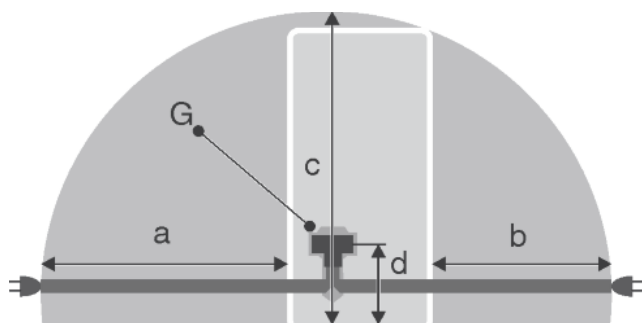

Fig. 22
- Розетка находится вне зоны задней стенки в данной зоне. *Fig. 22 (a, b, c)*
- Штекер устройства *Fig. 22 (G)* подсоединить с задней стороны устройства. Следить за правильной фиксацией.